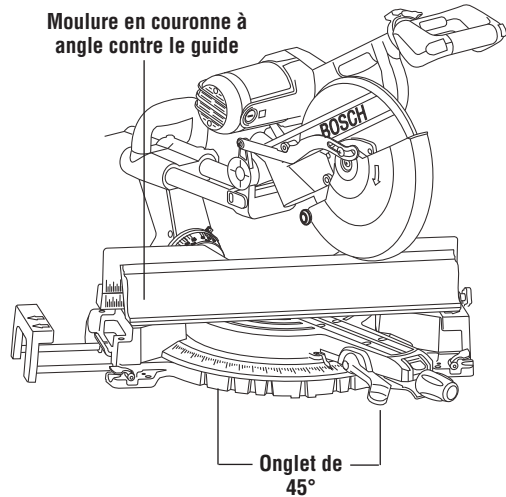

Figure 40. Moulure en couronne à angle par rapport à la table et au guide
2. Pour les coins à 90°, réglez l'angle d'onglet en vous servant du tableau ci-dessous. Serrez les bouton de blocage de l'onglet (Figure 40).